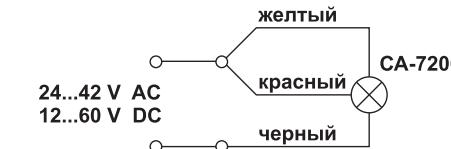

Рисунок 2. CA-7206. Схема подключения.
**7.4.** Осуществить подключение питающей цепи к клеммной колодке в соответствии со схемой подключения (рис. 2). Полярность при подключении к сети постоянного тока значения не имеет.